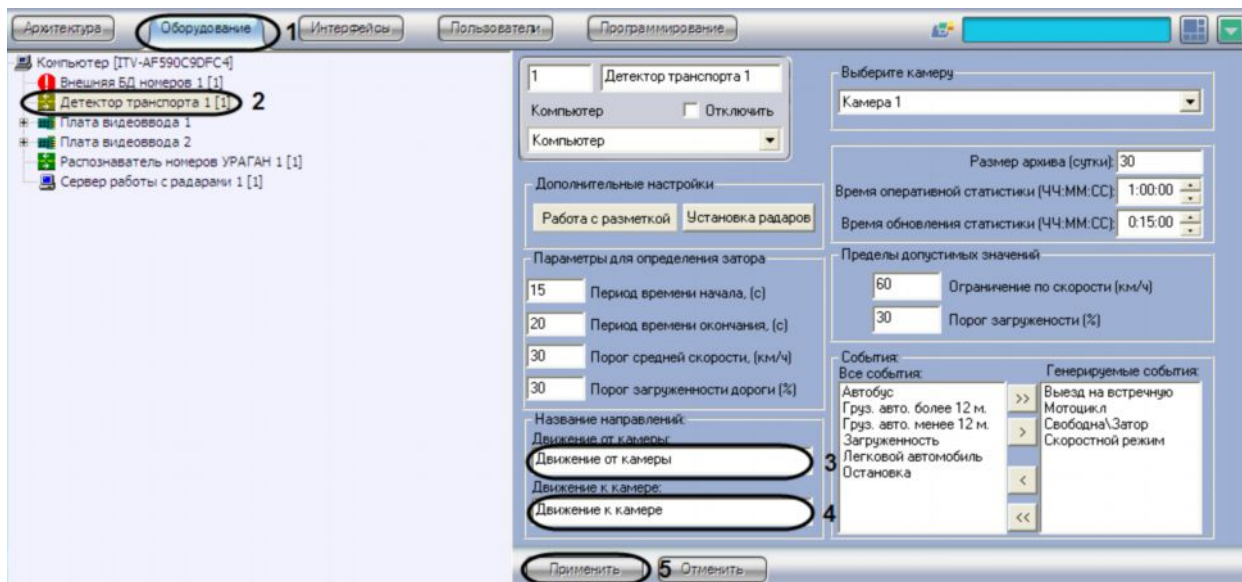

Рис.7.5.12-1 Задание названий направлениям движения транспорта для отображения в диалоговом окне «Трафик монитор»
1. В диалоговом окне «Настройка системы» перейти на вкладку «Оборудование» (см.Рис. 7.5.12-1, 1).
2. В дереве объектов на вкладке «Оборудование» выбрать объект «Детектор транспорта», соответствующий настраиваемому программному модулю «Детектор транспорта» (см.Рис. 7.5.12-1, 2). В правой части вкладки «Оборудование» отобразится панель настройки выбранного объекта.
3. Указать название направления движения транспорта, отображающееся в диалоговом окне «Трафик монитор», для транспортных средств, движущихся от видеокамеры, настроенной для программного модуля «Детектор транспорта» (см.Рис. 7.5.12-1, 3).
4. Указать название направления движения транспорта, отображающееся в диалоговом окне «Трафик монитор», для транспортных средств, движущихся к видеокамере, настроенной для программного модуля «Детектор транспорта» (см.Рис. 7.5.12-1, 4).
5. Нажать кнопку «Применить» (см.Рис. 7.5.12-0, 5).